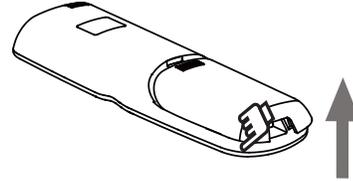

Figura 2.7
2. Eleve desde el extremo inferior izquierdo de la cubierta de la batería para abrirla (consulte la Figura 2.7);